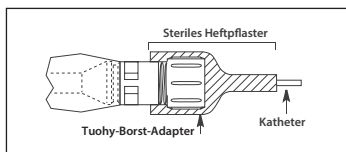

Abbildung 8
- Das Ende des Katheter-Kontaminationsschutzes mit dem Tuohy-Borst-Adapter sollte mit sterilem Heftpflaster gesichert werden, um Bewegungen des Einführungskatheters zu hemmen (siehe Abbildung 8).